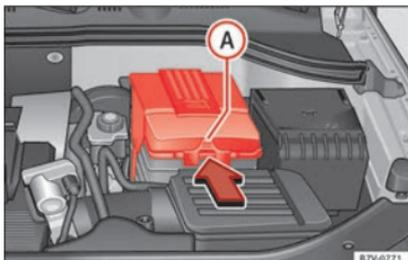

Abb. 247 Im Motorraum: Abdeckung für die Fahrzeugbatterie abnehmen.
- *Bei einer Abdeckung:* Auf die Lasche » » **Abb. 247** (A) in Pfeilrichtung drücken und Abdeckung nach oben abnehmen.